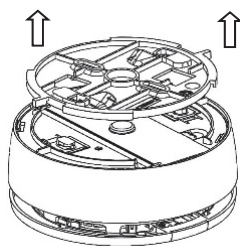

Figure 5
2. Retirez le support de montage en plastique du détecteur (*reportez-vous à la Figure 5*).
1. Retirez le support de montage en plastique du détecteur (*reportez-vous à la Figure 5*).